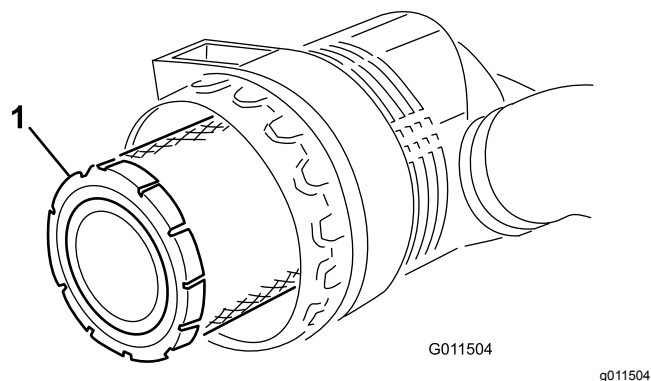
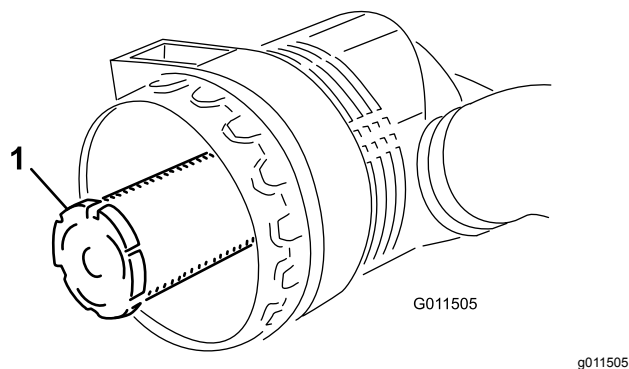

Figura 71
Figura 72
3. Retire o filtro principal (Figura 71). Não se recomenda a limpeza do elemento usado devido a possibilidade de danos no meio do filtro. Inspeccione o filtro novo para ver se sofreu danos durante o transporte, verificando a extremidade vedante do filtro e o corpo. Não utilize um elemento danificado. **Não** retire o filtro de segurança (Figura 72).
Importante: Nunca tente limpar o filtro de segurança (Figura 72). Substitua o filtro de segurança após três operações de manutenção do filtro primário.
4. Substitua o filtro principal (Figura 71).